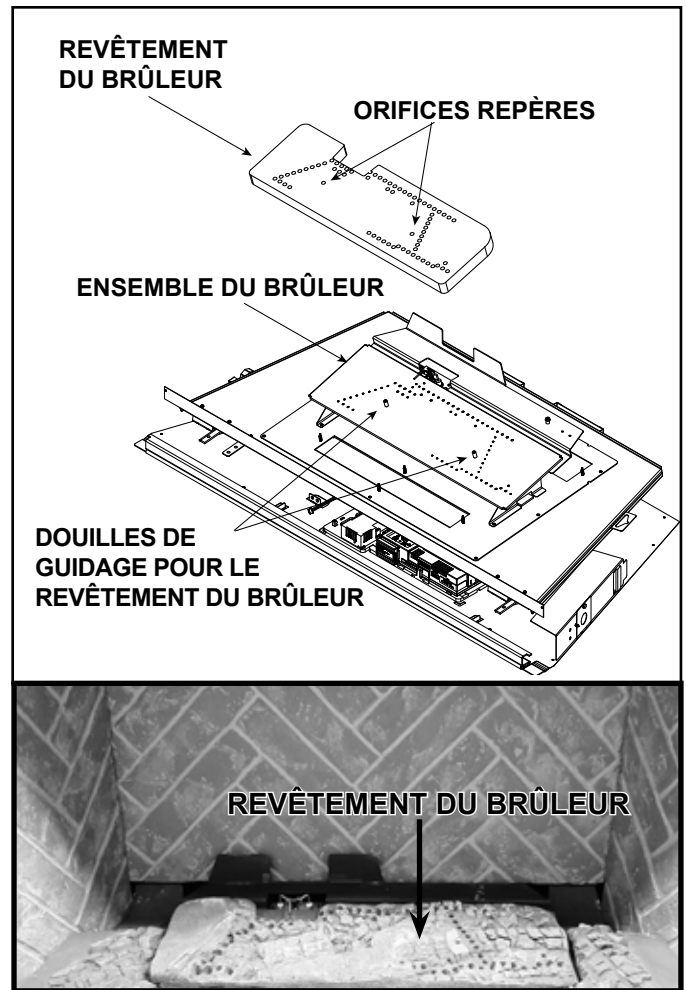

Figure 11.11 Revêtement du brûleur installé
3. Pour installer le revêtement du brûleur, faites correspondre les trous de positionnement avec les douilles de guidage. Installez le dessus en fibres du brûleur de façon à ce qu'il touche le brûleur situé dessous. Voir la figure 11.11.